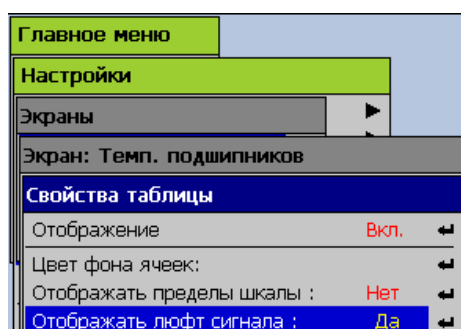

Рисунок 2.44
Неподвижные фоновые элементы мнемосхемы создаются на ПК с помощью любой программы редактирования растровых изображений и сохраняются в графический файл. В качестве изображения также может использоваться непосредственно фотография, контролируемого объекта или узла. Рекомендуемый размер файла изображения не должен превышать 1280x1024 точек. Допустимые расширения файлов изображений: \*.bmp, \*.jpg, \*.gif, \*.png. Все изображения, предназначенные для использования в мнемосхемах регистратора, загружаются на USB-flash накопитель в директорию **PMT\_IMG** (все символы латинского алфавита!). Для добавления/изменения фонового изображения мнемосхемы используется первый слева элемент (1) на панели инструментов (рисунок 2.44а), после нажатия Enter на котором произойдет считывание с вставленного заранее съемного USB-flash накопителя файлов изображений и отображение их в списке (б) для выбора.
**Рисунок 2.44а**
Рисунок 2.44в